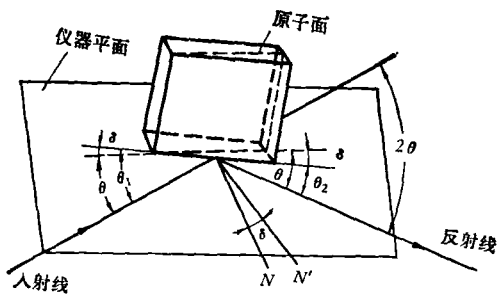

图3 被测表面与原子面成一角度, 平行于垂直棱
2. 被测表面与原子面成一角度,平行于垂直棱,如图 3 所示。